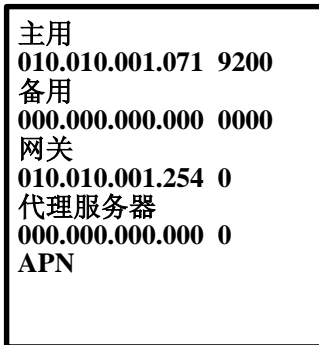

图 21 主站 IP 地址和端口设置
3、设置主站 IP 地址和端口。例如主站 IP 地址为 10.10.1.71，端口为 9200，输入如图 21 所示。